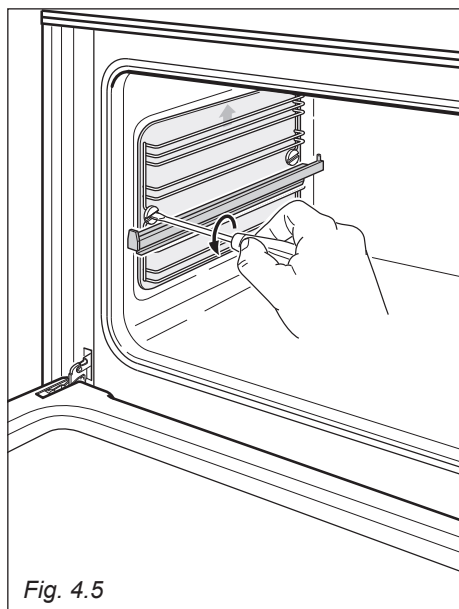

Fig. 4.5
- Smontare i telai laterali (e i pannelli autopulenti se forniti) svitando le viti che li fissano (fig. 4.5).